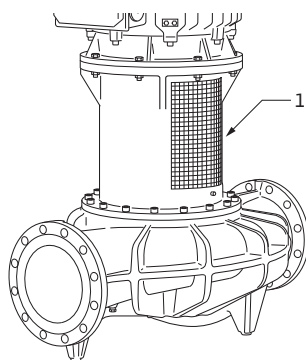

Fig. 36 : Disposition de la plaque signalétique de la pompe
la fig. 36, pos. 1 montre l'emplacement de la plaque signalétique de la pompe.